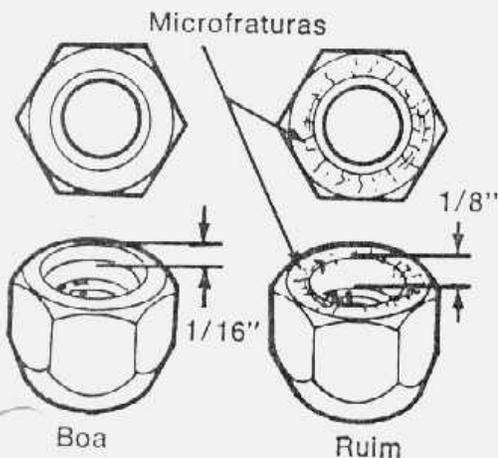

fig. 3 — inspeção da porca do balancim
- Com a árvore de manivelas nas posições mencionadas nos Itens 2, 3 e 4, retirar as porcas dos prisioneiros e inspecioná-las segundo os itens mostrados na fig. 3.